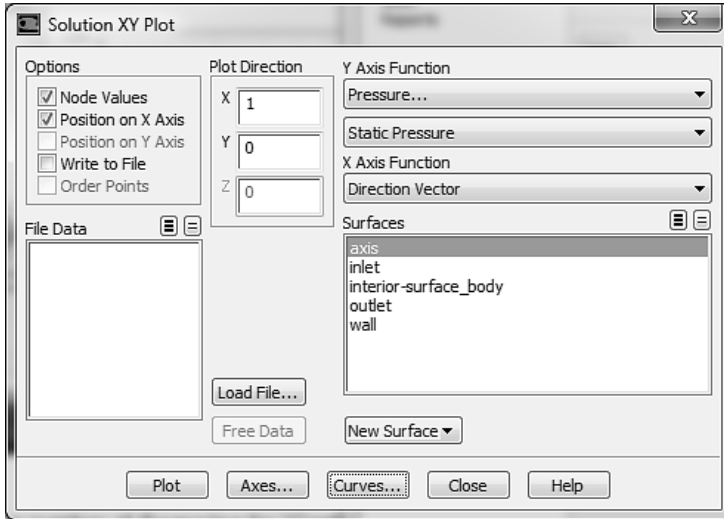

Рис. 1.71
- 2) Настраиваем опции окна Solution XY Plot так, как показано на рис. 1.71.